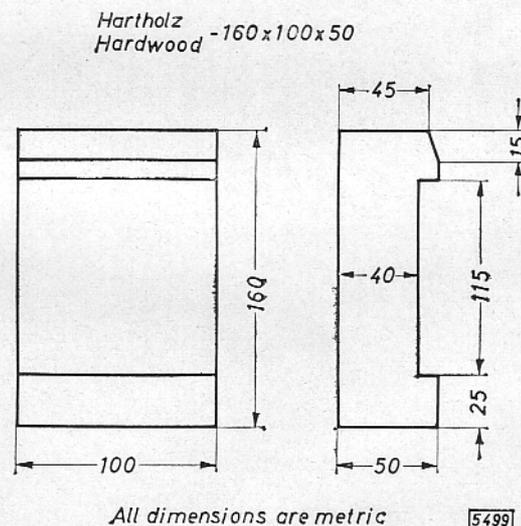

Bild B 32 - Skizze zur Anfertigung des Vorderachs-Aufnahmeklotzes
2. Der zwischen Wagenheber und Vorderachskörper zwischenzulegende Vorderachs-Aufnahmeklotz (Hartholz) muß, wegen der geänderten Abmessungen des Vorderachskörpers, nach den in Bild B 32 angegebenen Maßen in eigener Werkstatt neu angefertigt werden.